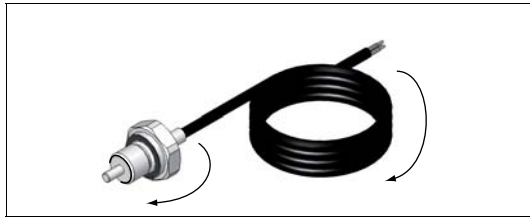

Abb. 12 Kabel lose mitdrehen
▶ Falls das Kabel nicht abgeklemmt wird, darauf achten, dass es lose mitgedreht wird, da sonst der Temperatursensor beschädigt werden kann, siehe Abb. 12, Seite 18.